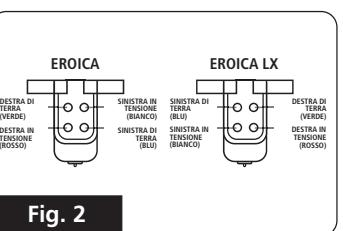

Fig. 2
(2) Collegamenti. Gli spinotti di contatto sono classificati a seconda del colore, in accordanza con l'international Standard Colour Code (Codice Internazionale Standard dei Colori). Collegate i quattro cavi di presa ai corrispondenti spinotti sulla testina (vedi fig. 2).